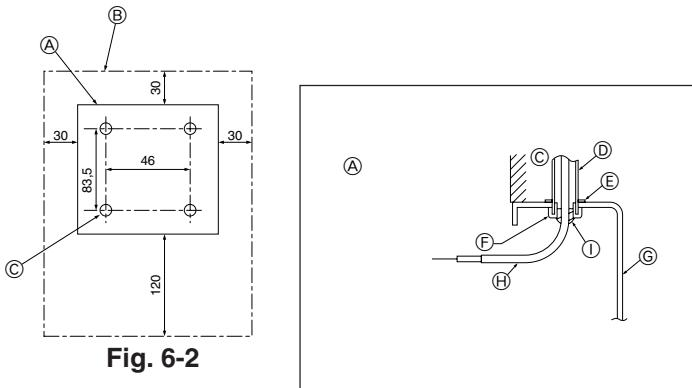

Fig. 6-2
(1) Aufstellungsplatz für Fernbedienung auswählen. (Fig. 6-2)